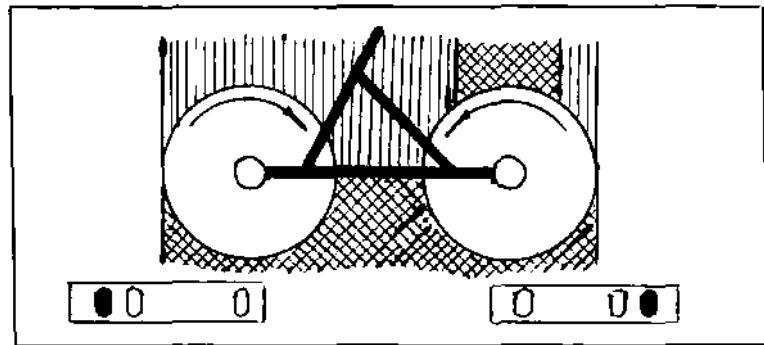

Рис. 4.6. Технологическая схема работы
- 4.6. При сгребании установите копир ротора в положение "Сгребание" /рис.4.6/, втулочно-роликовая цепь должна быть установлена на звездочки с числом зубьев 14 и 32.
- 4.9. Оборачивание и сдавливание валков производится при установки копира в положение "Сгребание" /рис.4.6/.